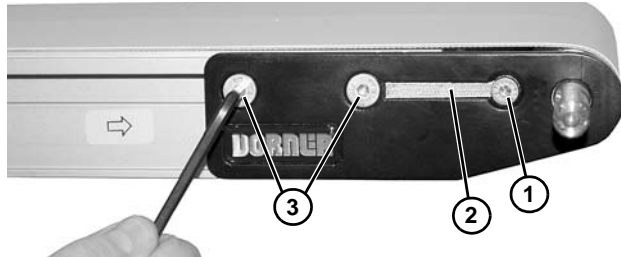

Figura 60
2. En un lado del transportador, quite el tornillo (Figura 60, artículo 1) y extraiga la cubierta antipolvo (Figura 60, artículo 2), si está instalada.
3. Quite los dos tornillos de sujeción (Figura 60, artículo 3).